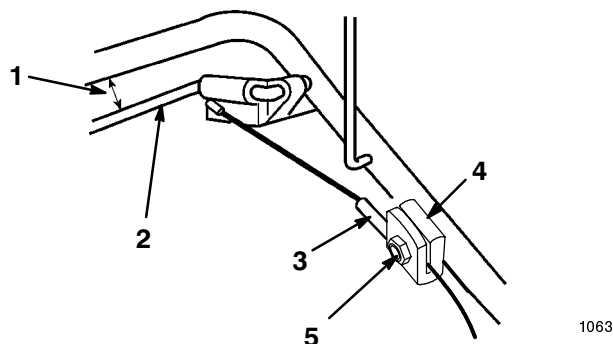

Figure 27
1. Desserrer l'écrou du support de câble (Fig. 27).
2. Tenir la barre de commande de traction à une distance de 25 à 38 mm (1-1 1/2") du mancheron (Fig. 27).